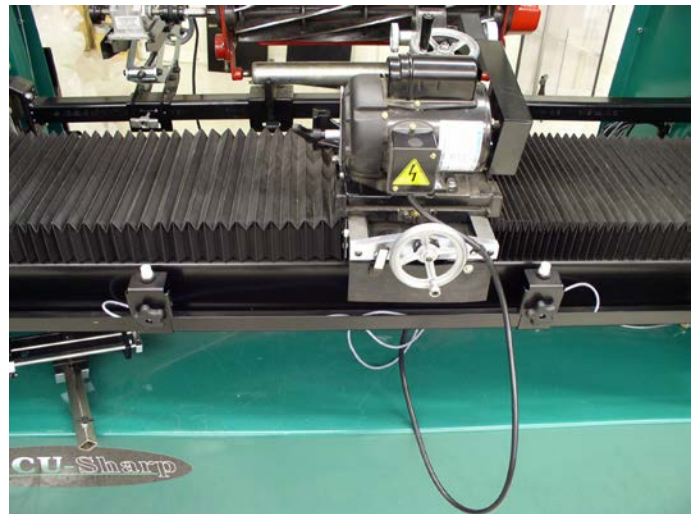

FIG. 62
- E. Allontanare la ruota per molatura dal cilindro e dal telaio in modo che tutti i punti siano liberi. Impostare i fermi di prossimità in modo che siano allineati più o meno con l'estremità del telaio e serrarli saldamente. Regolare la manopola della velocità di movimento laterale sullo zero e ruotare l'interruttore del movimento laterale su on. Aumentare la manopola della velocità di movimento laterale in modo che il carrello si sposti lateralmente lentamente lungo il cilindro. Vedere le FIG. 62 e 63.